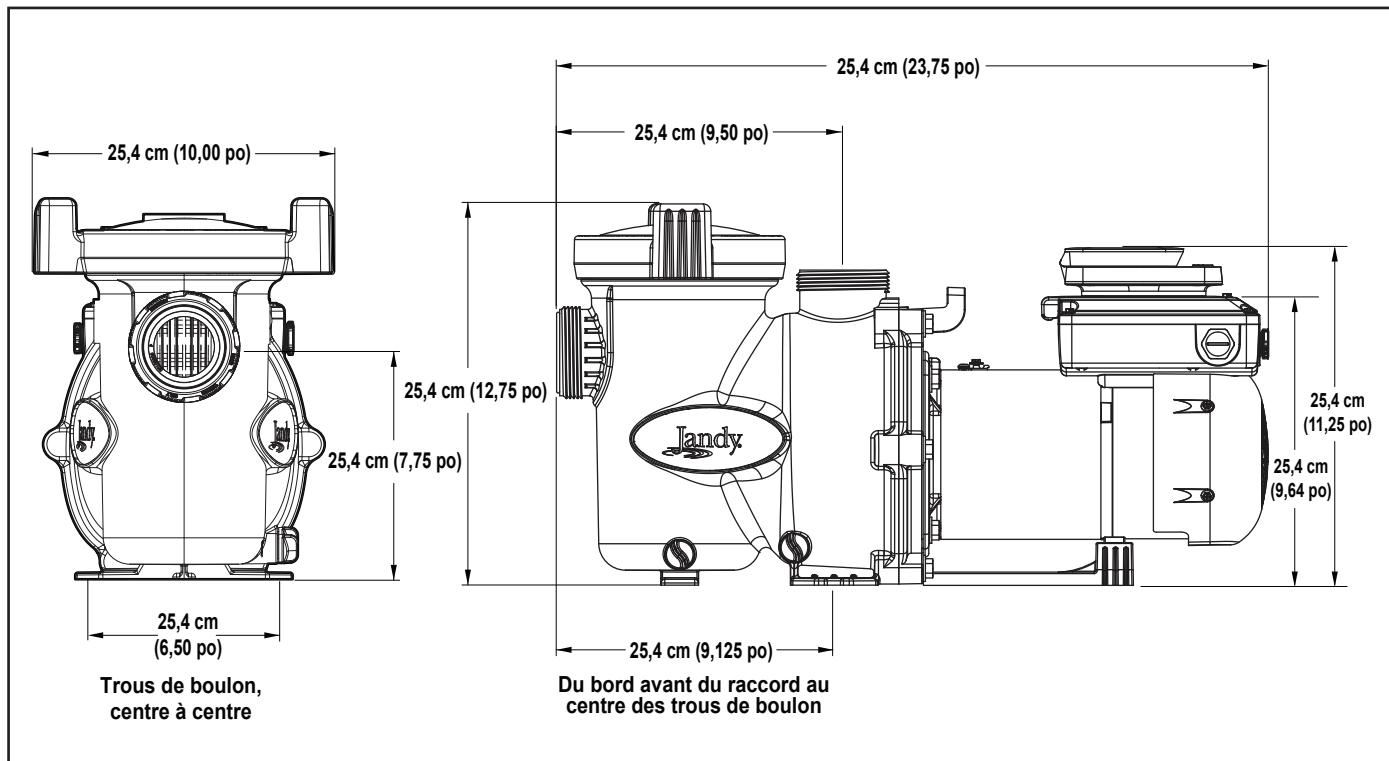

Figure 1. Dimensions de la Pompe à vitesse variable
Nombre de prises d'aspiration par pompe : fournir aux moins deux (2) prises d'aspiration hydrauliquement équilibrées avec les couvercles, comme prises d'aspiration pour chaque conduite d'aspiration de pompe. Les centres des prises d'aspiration sur n'importe quelle conduite d'aspiration doivent être à au moins 90 cm (3 pi) de distance, centre à centre. Se reporter à la Figure 1.
Le système **doit** être construit pour inclure au moins deux (2) prises d'aspiration (drains) raccordées à la pompe lorsqu'elle fonctionne. Cependant, si deux (2) prises d'aspiration deviennent une seule conduite d'aspiration, celle-ci peut être dotée d'une valve qui arrête les deux prises d'aspiration de la pompe. Le système sera construit de manière à ne pas permettre un verrouillage séparé ou indépendant, ni l'isolation de chaque drain. Se reporter à la Figure 1.